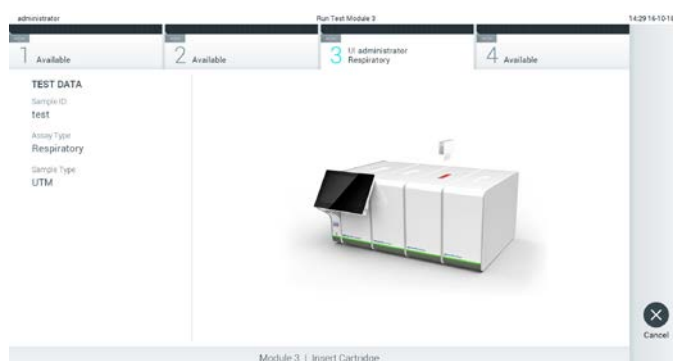

Abbildung 27: Einsetzen der QIAstat-Dx Assay-Kartusche in den QIAstat-Dx Analyzer 1.0
7. Stellen Sie sicher, dass die Deckel der Tupferöffnung und der Hauptöffnung der QIAstat-Dx Assay-Kartusche fest verschlossen sind. Sobald sich die Kartuschenöffnung an der Oberseite des QIAstat-Dx Analyzer 1.0 automatisch öffnet, setzen Sie die QIAstat-Dx Assay-Kartusche mit dem Barcode nach links und den Reaktionskammern nach unten ein (Abbildung 27).